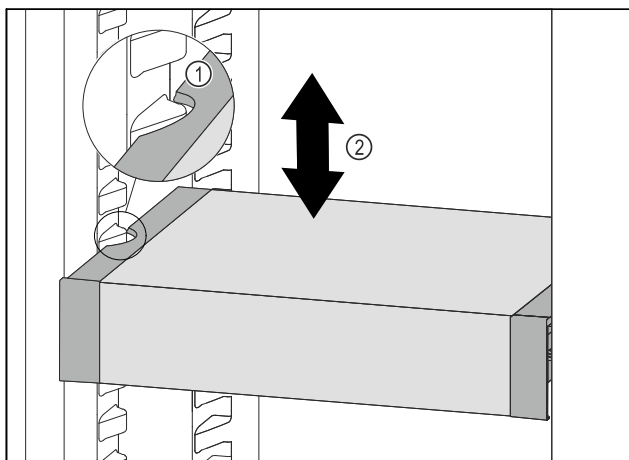

Fig. 73
- ▶ VarioSafe ťahajte dopredu, dokým sa bočné vybrania VarioSafe nebudú nachádzať vo výške rebra nádoby v chladničke. Fig. 73 (1)
- ▶ VarioSafe v chladničke presúvajte nahor alebo nadol, dokým sa dosiahne požadovaná výška. Fig. 73 (2)